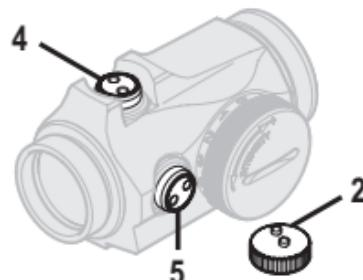

Fig. 3 Justeringslocket
- Justeringslocket (2) eller Verktyget (13A) används för att justera Höjdjusterskruven (4) och Sidojusterskruven (5). De två knoparna på Justeringslocket (2) passar i de två fördjupningarna på Justerskruvorna (4) (5). Se Fig. 3.